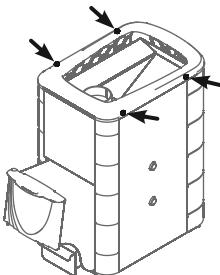

Рисунок 11. Саморезы для демонтажа рамки конвектора печи.
1. Снять рамку конвектора, открутив 4 самореза (рисунок 11)